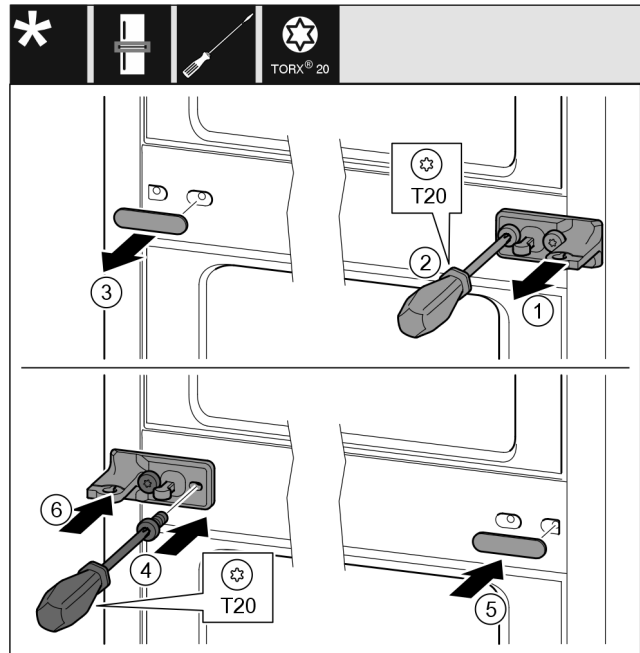

Fig. 34
- ▶ Scheibe Fig. 34 (1) abziehen.
- ▶ Schrauben Fig. 34 (2) mit Schraubendreher herausdrehen.
- ▶ Abdeckung Fig. 34 (3) vorsichtig abziehen.
- ▶ Lagerbock mit Folie Fig. 34 (4) um 180° gedreht auf der anderen Seite fest anschrauben.
- ▶ Abdeckung Fig. 34 (5) um 180° gedreht auf der anderen Seite anbringen.
- ▶ Scheibe Fig. 34 (6) von vorn aufschieben.